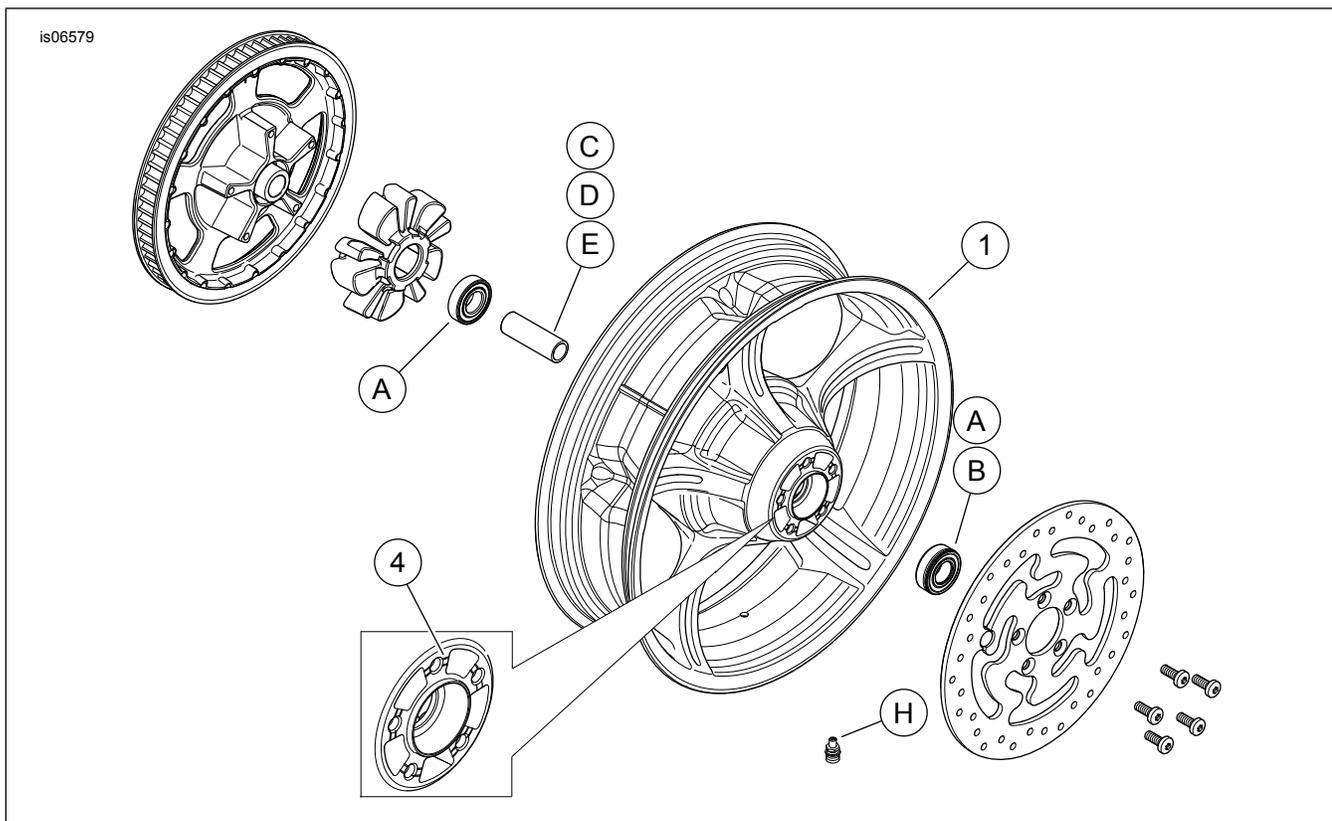

Figure 1. Pièces détachées : Roues arrière Anarchy
Ces kits incluent uniquement la roue personnalisée. Voir Figure 1 et Tableau 2.
2. Voir Figure 1. Installer l'ensemble de tige de valve (H) sur la roue. Consulter la section PNEUS dans le manuel d'entretien.